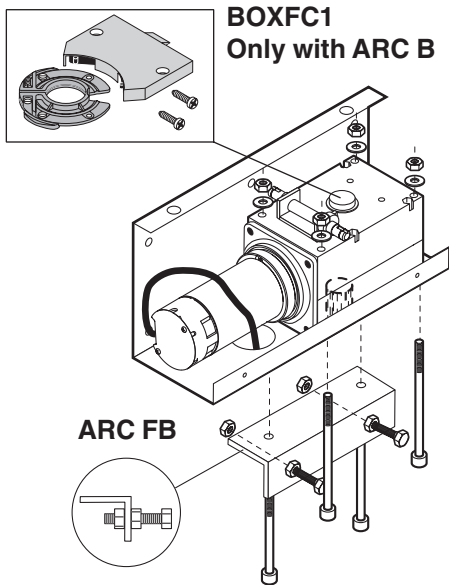

Fig. 2
- 2.2 Accessori (fig. 2): ARC FB** Fermo battuta regolabile **BOX FC1** Gruppo finecorsa